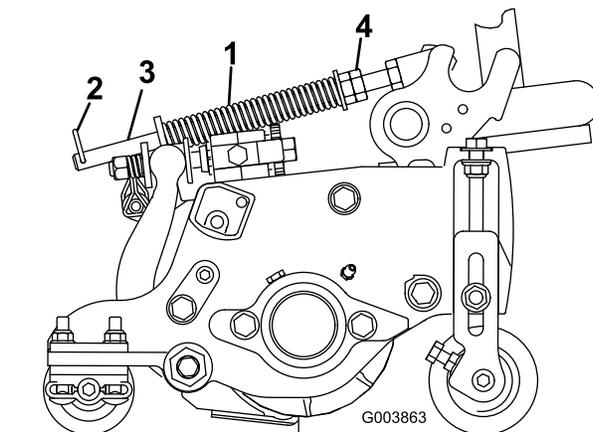

Рисунок 18
Пружина компенсации состояния грунта (Рисунок 18) переносит вес с переднего на задний валик. Это препятствует образованию на грунте волнообразных неровностей (так называемых «волн» или «трясок»).
1. Убедитесь, что игольчатый шплинт вставлен в заднее отверстие штока пружины (Рисунок 18).
2. Затяните шестигранные гайки в передней части штока пружины так, чтобы длина сжатой пружины составляла 12,7 см на машине с 5-дюймовыми режущими блоками или 15,9 см на машине с 7-дюймовыми режущими блоками (Рисунок 18).